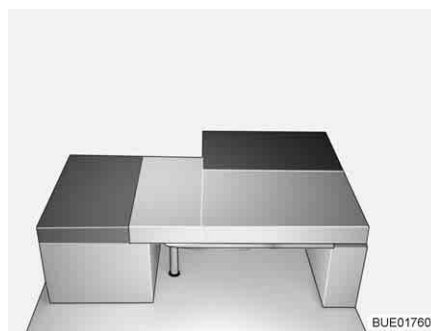

Bild 137 Efter ombyggnaden
- Lägg sittbänkens ryggdyna på bordet (framför sittbänkens sittdyna, se Bild 137).
- Lägg sidosittbänkens ryggdyna på borden (mellan sidosittbänkens sittdyna och sittbänkens dynor, se Bild 137).